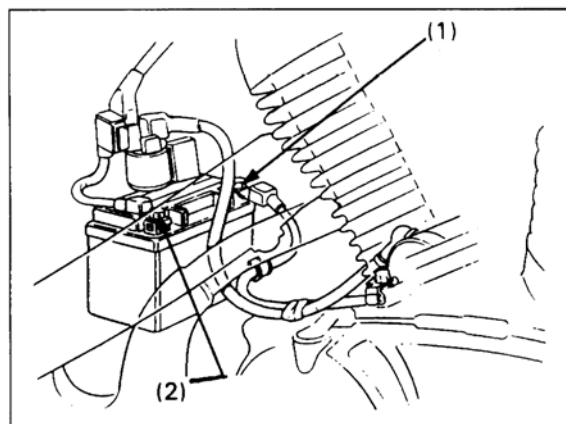

Bild 27
- Zuerst Masseanschluss (Minuspol) lösen, dann Pluspol (Bild 27).